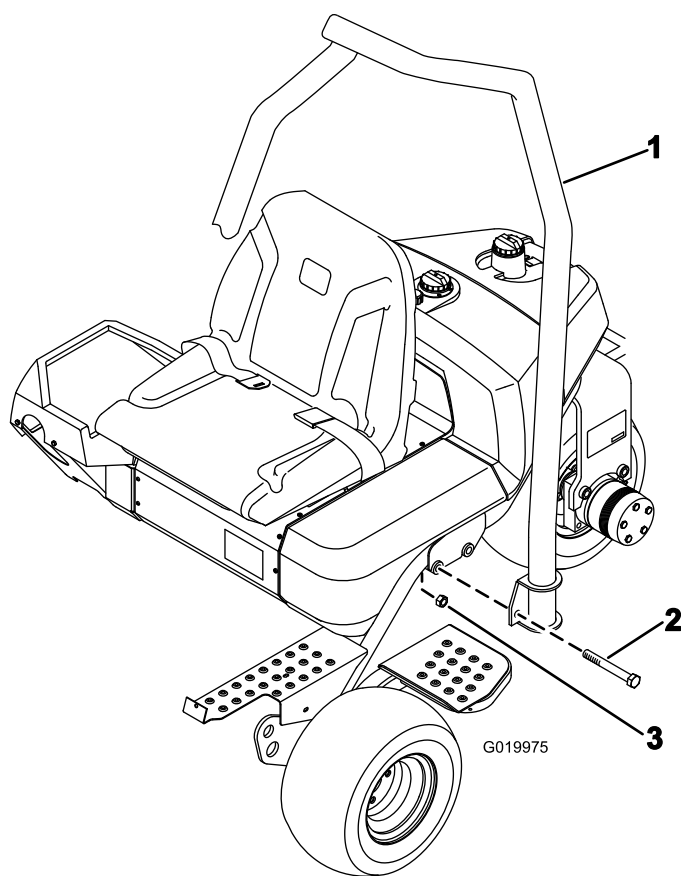

Figure 7
1. Positionnez le ROPS de sorte que la partie courbe en haut du tube soit dirigée vers l'avant de la machine (Figure 7).
2. Abaissez le ROPS sur le cadre en l'alignant sur les trous de fixation (Figure 7).
3. Fixez chaque côté du ROPS au châssis avec (2) boulons (5/8 x 4-1/2 po) et contre-écrous, comme montré à la Figure 7. Serrez à un couple de 183 à 223 Nm.